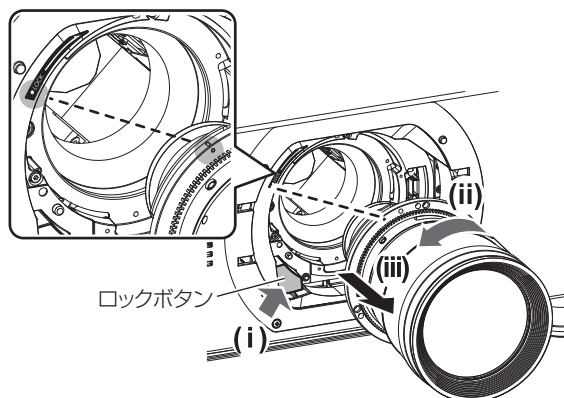

図 1
3) ロックボタンを押しながら投写レンズを反時計方向に回し、抜き取る（図 1）